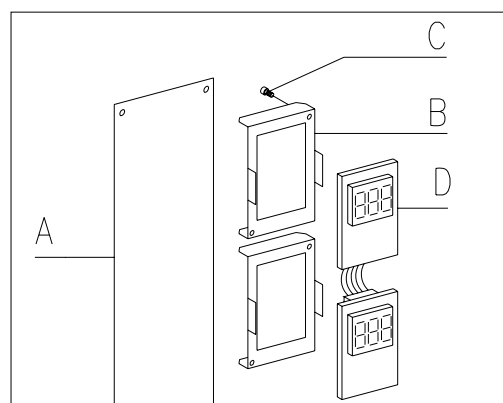

FIG. 20
8.13 SUSTITUCIÓN DEL VISUALIZADOR FIG. 20